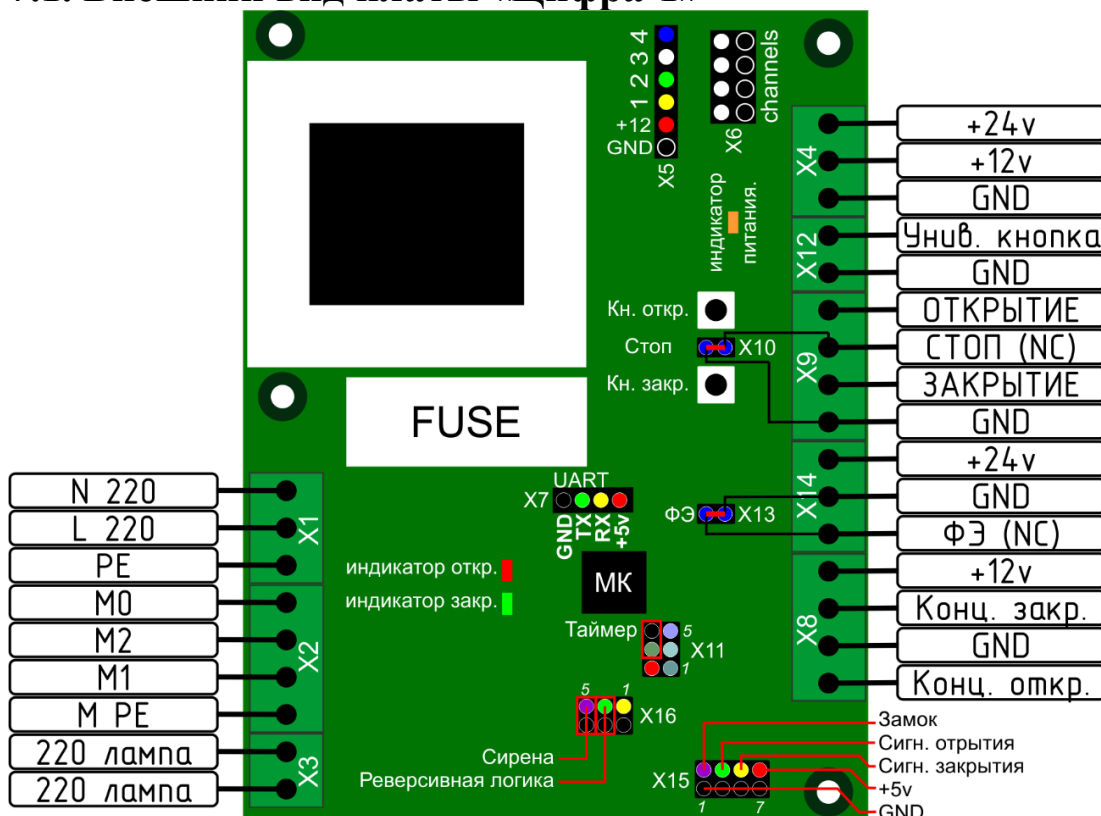

Рисунок 7
Питание шлагбаума однофазное, подключается к разъему X1 (см. Рисунок 7)
Фотоэлементы подключаются к разъему X14 (см. Рисунок 7). Питание фотоэлементов – 24В.
При отсутствии фотоэлементов на переключателе X13 (см. Рисунок 7) должен быть установлен джампер. При отсутствии перемычки шлагбаум не будет закрываться.
Подключается к разъему X9 (см. Рисунок 7)
3. Блок перейдет в режим настройки задержки таймера. Количеством миганий индикаторов открытия и закрытия (см. Рисунок 7) отобразится текущее время задержки в секундах кратное 5. (3 мигания – 15 секунд)